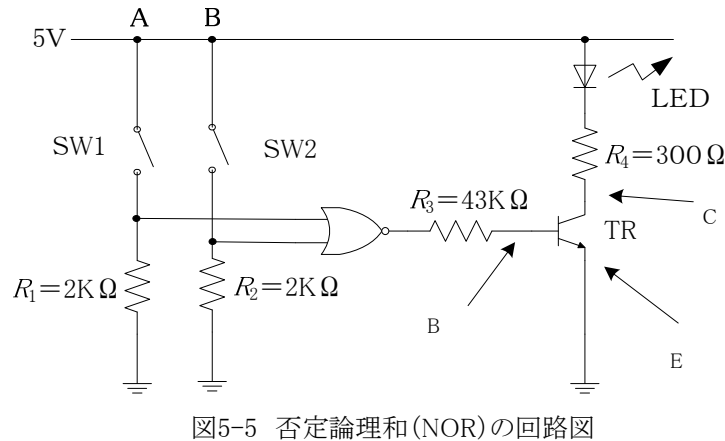

図5-5 否定論理和(NOR)の回路図
- (1) 図5-5のように配線する。
- (2) 動作を確認して、結果を表5-5の真理値表に記録する。